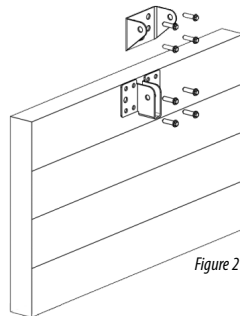

Figure 2
06) INSTALLATION - Installation du Rail-C en acier (Figure 2)